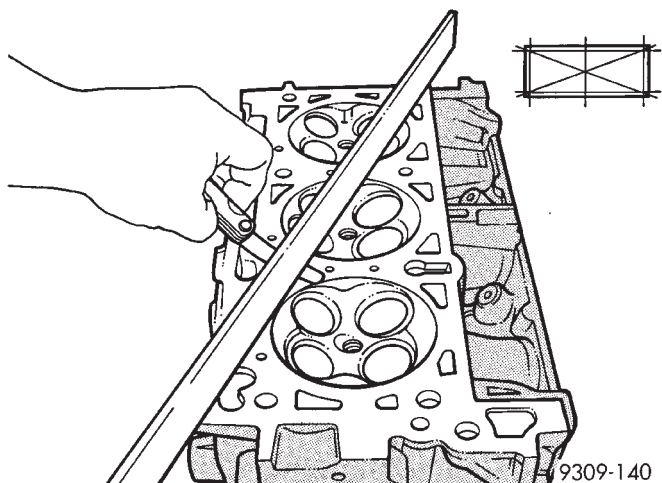

Abb. 89 Zylinderkopf auf Planheit prüfen — Typisch
(1) Vor dem Reinigen auf Undichtigkeiten, Beschädigung und Risse prüfen.
(2) Zylinderkopf und Ölkanaäle reinigen.
(3) Zylinderkopf auf Planheit prüfen (Abb. 89).
(4) Der Zylinderkopf muß innerhalb der folgenden Grenzen plan sein: